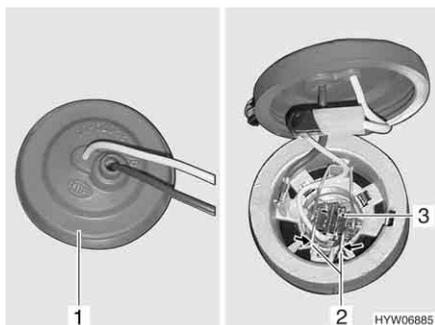

Fig. 216 Luce fendinebbia
- Afferrare dietro la luce fendinebbia e togliere il copripolvere di gomma dall'involucro (Fig. 216,1).
- Stringere la staffa di metallo (Fig. 216,2) ed estrarla dal supporto.
- Estrarre dall'involucro la lampada ad incandescenza (Fig. 216,3) con il cavo.